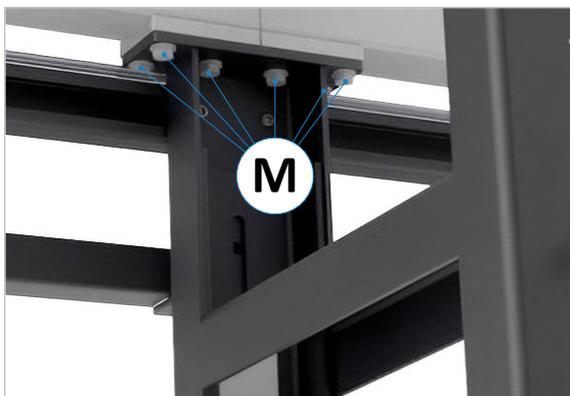

Abbildung 9: Segmente verbinden (Vorderseite)
1. Verbinden Sie die Rollenbahn-Segmente (S) an den Stoßstellen, indem Sie die sechs mitgelieferten Schrauben von der Oberseite aus durch die in der  $\Rightarrow$  Abbildung 9 dargestellten Montagebohrungen der Segmente und Verbindungsauflagen stecken und sie von unten mit den zugehörigen Unterlegscheiben und Muttern (M) verschrauben. Hierzu werden zwei SW 19 Gabelschlüssel bzw. Stecknüsse benötigt.